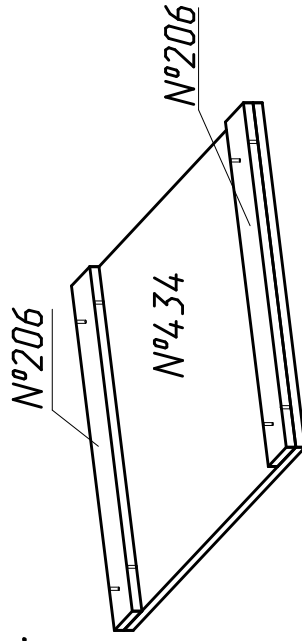

Рис.1
1. Приложить опору №206 к детали №434. (рис.1)
4. Прикрепить опоры №206 к детали №434 с помощью шурупов компл. №26 (4).